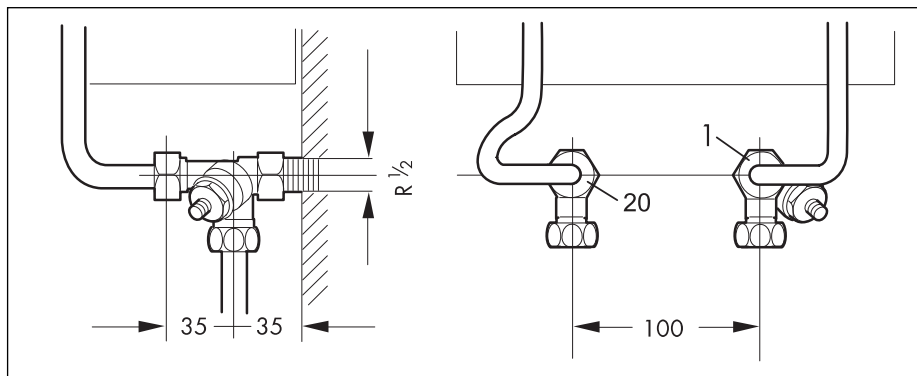

Рис. 5.4 Скрытый монтаж, подключение холодной воды к VED; Размеры в мм
(Рис. 5.4 ... 5.7)
### 5.5.3 Скрытый монтаж при удаленных водоразборных точках (рис. 5.4)
Подсоединительные патрубки, как показано на рис. 5.4, навинтить на двойные ниппели и соединить с прибором.
Пояснения к рис. 5.4 и 5.5
- для присоединения холодной воды прямо на VED.../4 EP, как показано на рис. 5.4 и 5.6
- для прямого и удаленного отбора воды, как показано на рис. 5.4 и 5.6